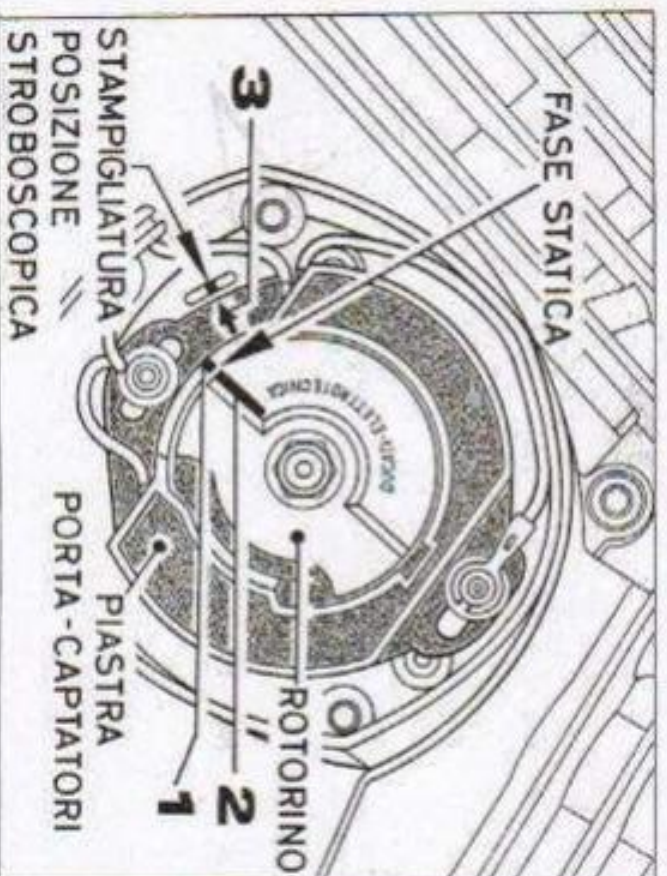
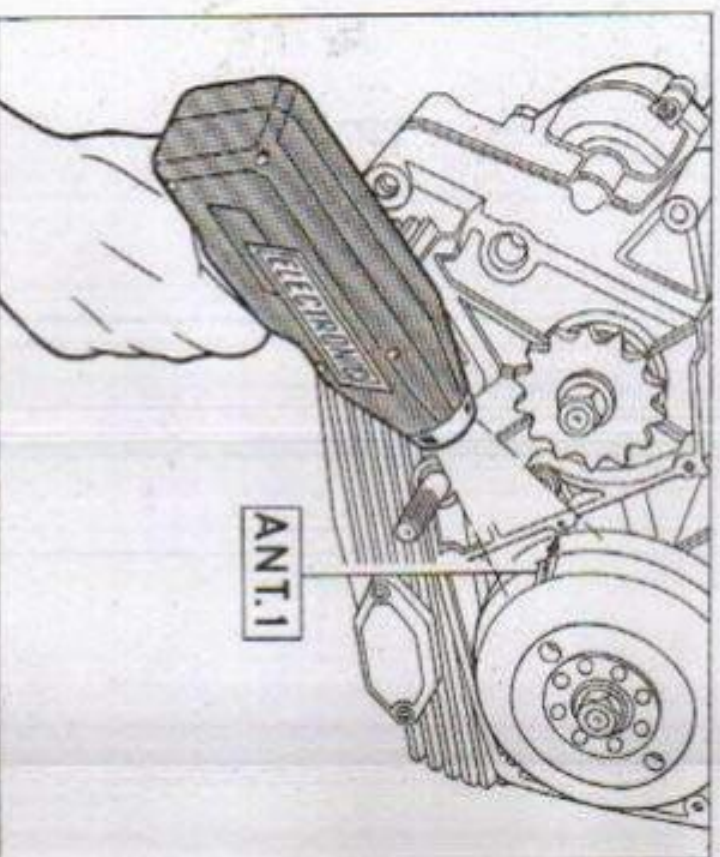

Fig. 14
Fig. 15
- 3 - Controllare con la luce della pistola stroboscopica la fase dei riferimenti sul volante (fig. 15). Quando la freccia sul volante non corrisponde alla tacca sul carter agire sulla piastrina porta captatori con piccoli spostamenti (fig. 14).
- 4 - Ad azzeramento avvenuto, stampigliare sulla tacca del coperchio in direzione della freccia (punto 3) posta sulla piastrina captatori, il nuovo riferimento (fig. 14).
2 - Agire sulla piastrina porta captatori ruotandola fino a porre la tacca sulla piastrina (punto 1) in corrispondenza di quella sul rotorino (punto 2) (fig. 14) poi fissare la piastrina.